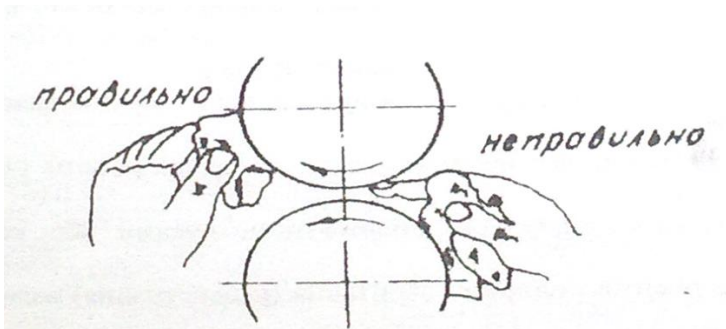

Рисунок 1. - Положение рук при вращении кольев
7.2 Категорически запрещается обтирать или смазывать валки во время их вращения со стороны входа в них металла (рис.1), а также чистить привалковые столы и проводки.